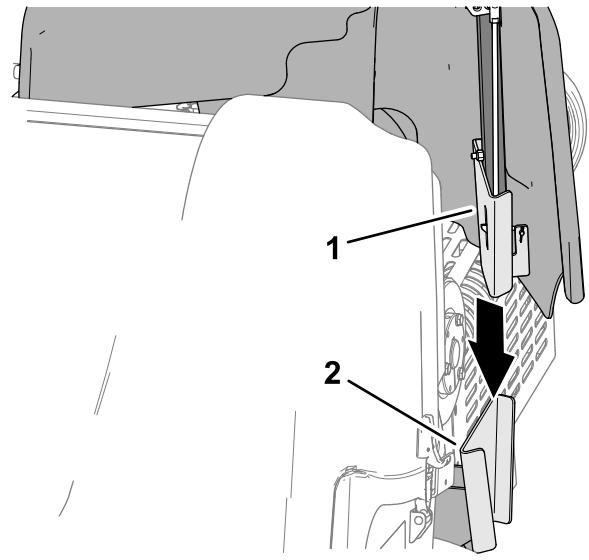

图 144
- 1. 将皮带罩安装支架对准机器机架的皮带罩支撑托架 图 144。